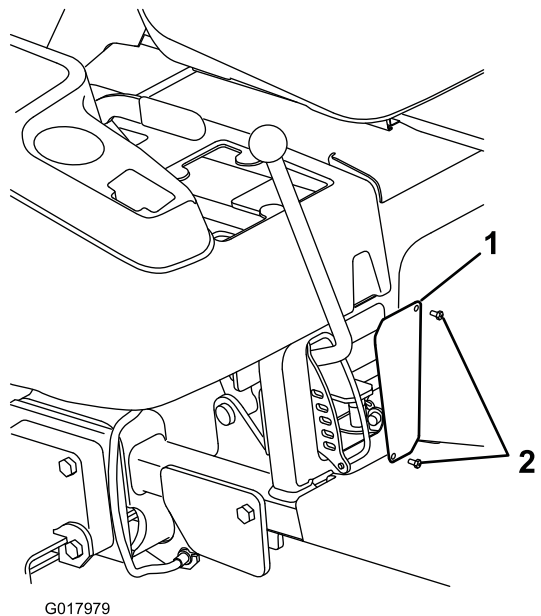

Figure 9
- Fixez le panneau de protection neuf à l'arrière de l'ouverture du cadre à l'aide de 2 vis à embase à tête hexagonale (n° 10 x ½ po) (Figure 9).